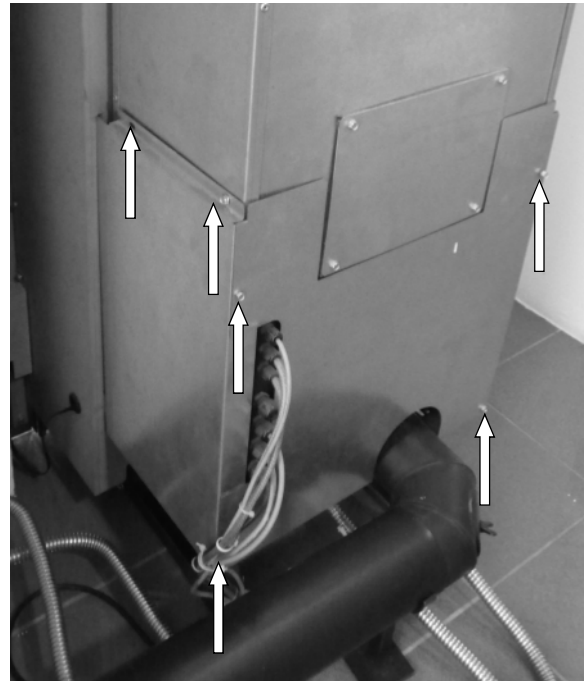

Abb. 92: Demontage hintere Verkleidung Modell PE Nova
- Die Schrauben der Rückwand und der rechten Verkleidung lösen (siehe Pfeile Abb. 92)